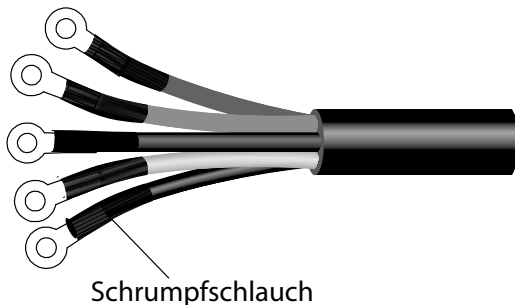

Abb. 18: Isolieren der Ring-Kabelschuhe
1. Entfernen Sie auf einer Länge von 120 mm die Ummantelung des Kabels. Entfernen Sie für jeden Leiter einzeln die Isolierung auf der Länge, die Sie für den Anschluss des Ring-Kabelschuhs benötigen (siehe Abb. 18).